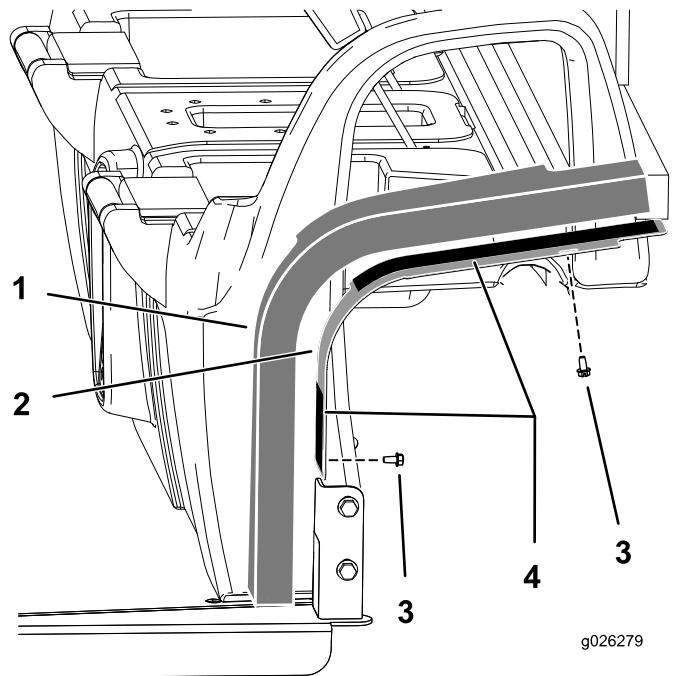

Figura 7
1. Sujete las placas de montaje a la cabina con 4 pernos ($\frac{1}{4}$ '), como se muestra en la Figura 7.
3. Retire el papel protector de la cinta de doble cara de las placas de montaje (Figura 7).
4. Instale las planchas de espuma en el conjunto (Figura 7).